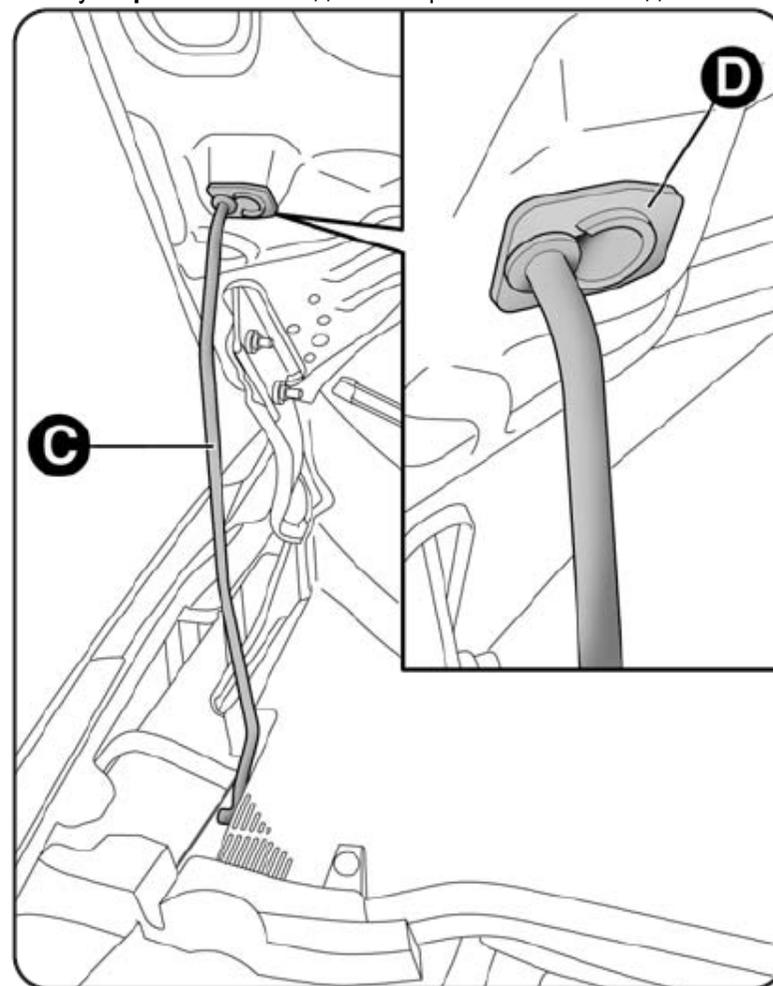

Рис. 67
- Поднять крышку капота, освободив одновременно опорную штангу **C-рис. 67** из держателя, затем вставить конец штанги в гнездо **D**.
- Придерживая крышку капота одной рукой, другой вывести опорную штангу **C- рис. 67** из гнезда **D** и перевести ее в исходное положение;